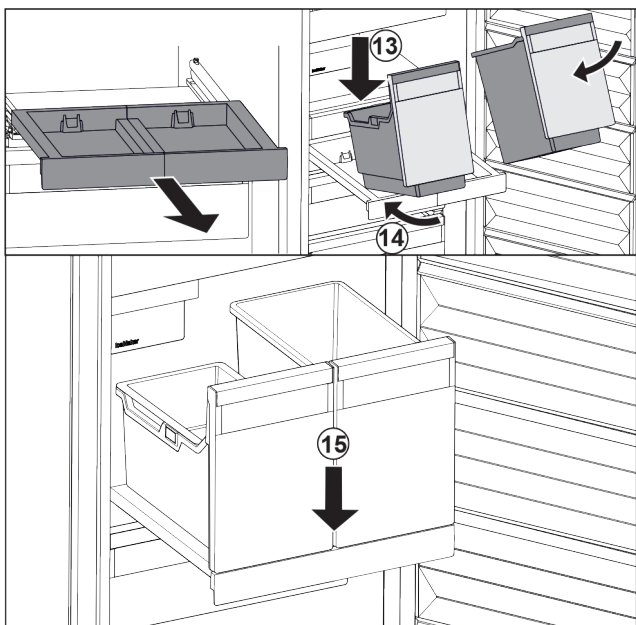

Fig. 90
- ▶ Sätt på behållaren i vinkel på utdragshyllan. Fig. 90 (13)
- ▶ Skjut in behållaren i vinkel så långt det går. Fig. 90 (14)
- ▶ Sätt ned behållaren framtill. Fig. 90 (15)